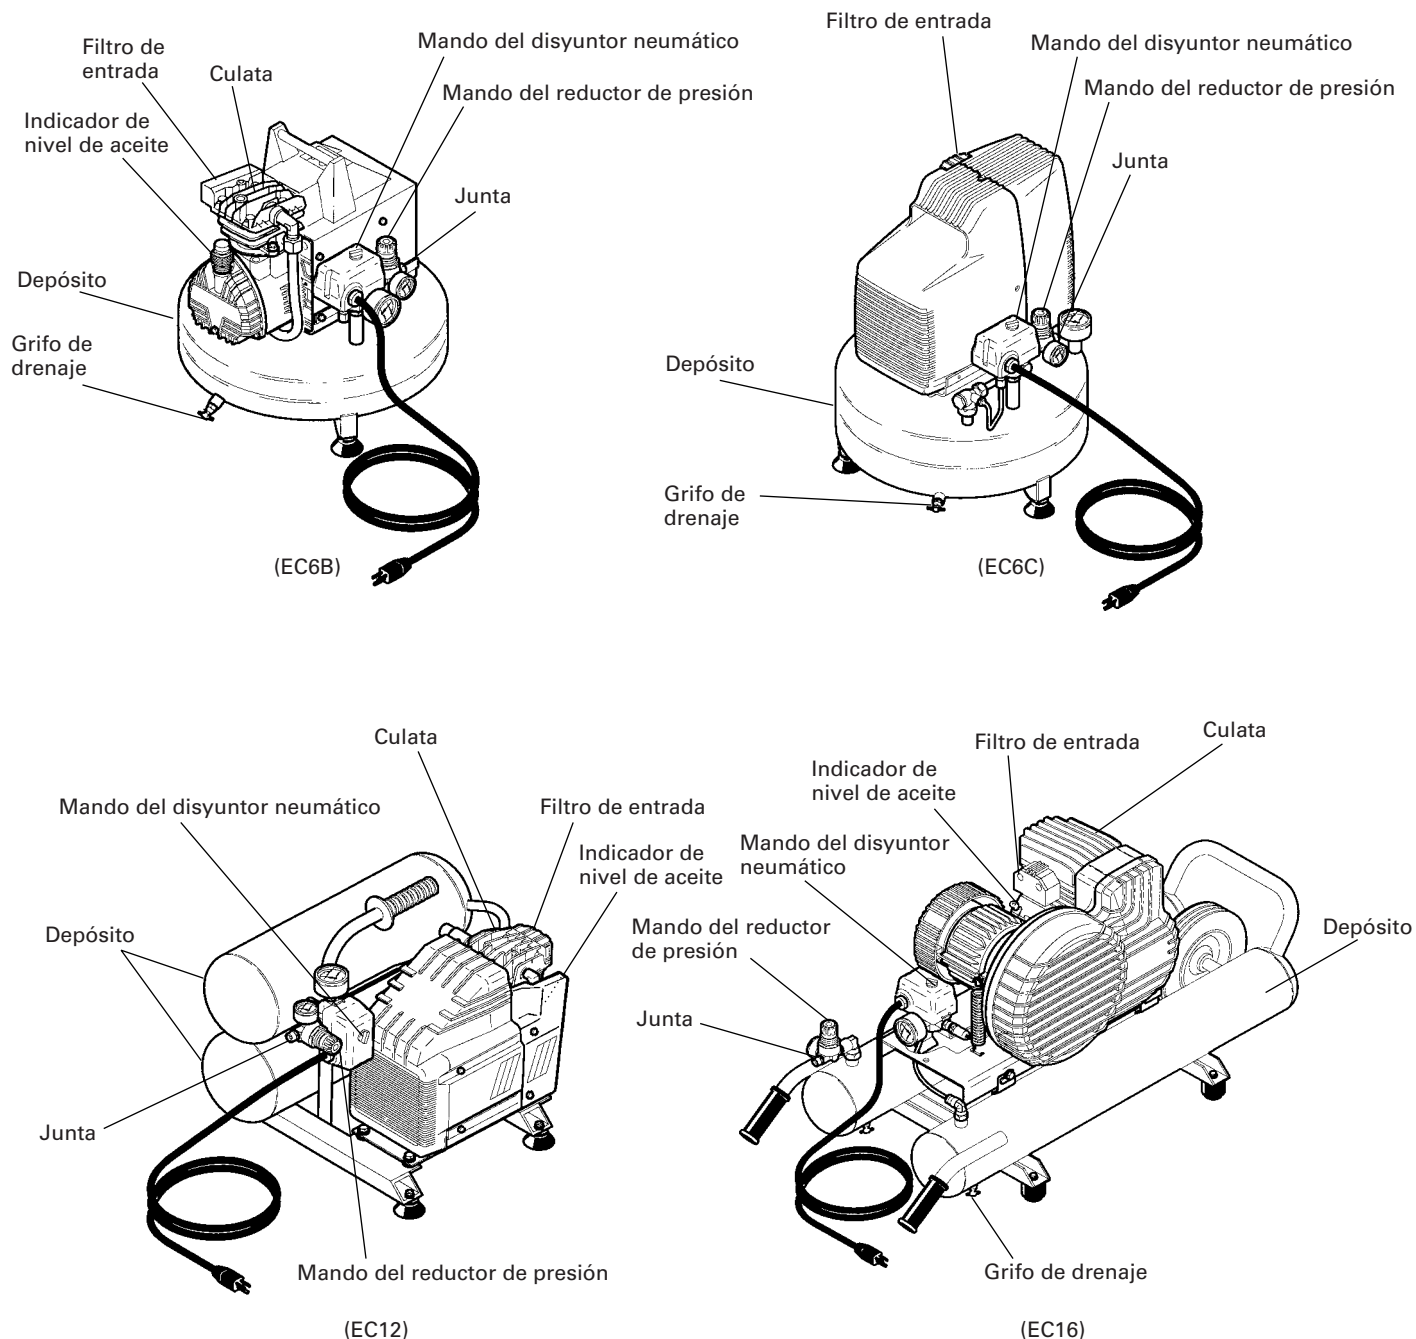
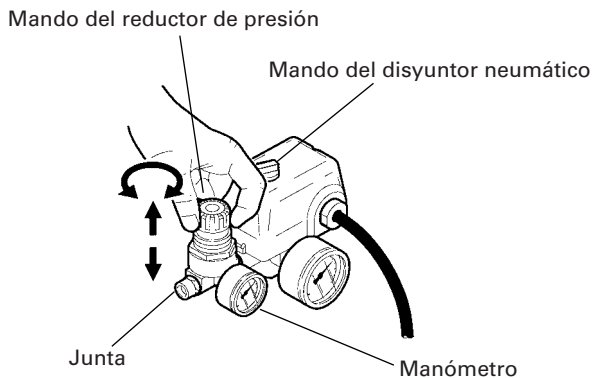
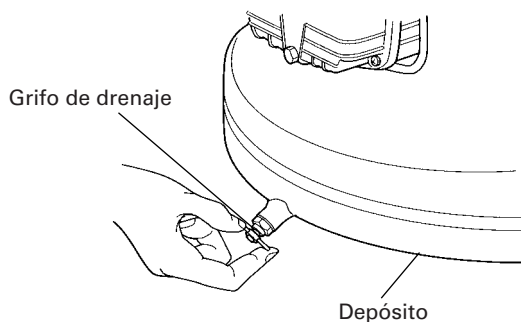
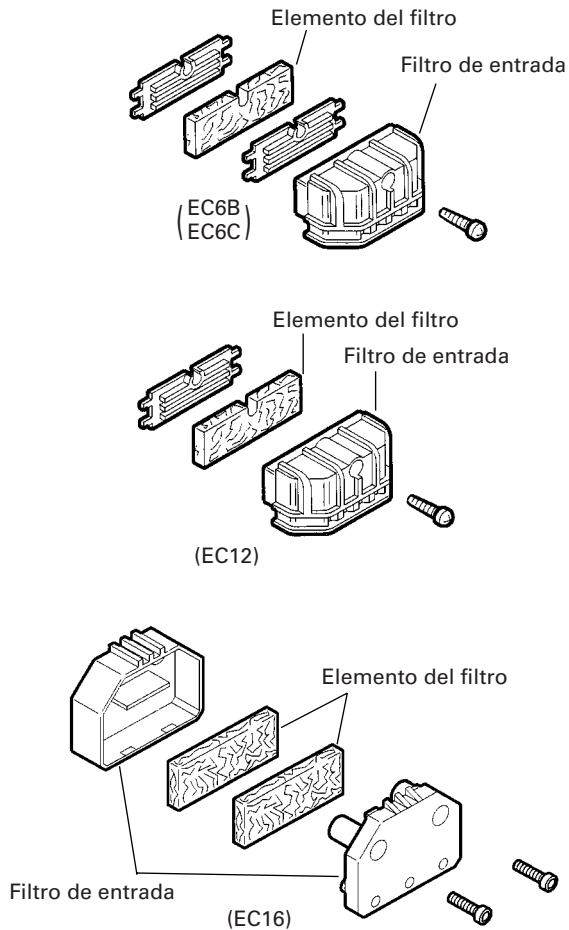

Fig. 1
Fig. 4
Fig. 5
Fig. 7
Atornille el acoplador de aire en la junta. (Consulte la Fig. 1 y la Fig. 4.) El diámetro de la entrada de la junta es de 3/8". Utilice un acoplador de aire que posea el mismo diámetro de entradas.
Inserte el enchufe en un receptáculo y ponga en funcionamiento el compresor girando el mando del disyuntor neumático hasta "AUTO". (Consulte la Fig. 1 y la Fig. 4.)
Desenganche el mando del reductor de presión tirando de él hacia arriba, y ajuste la presión hasta el nivel requerido girándolo hacia la derecha para aumentar y hacia la izquierda para reducirla. Existe un manómetro para saber cuando se ha alcanzado la presión requerida. Cierre el mando empujándolo firmemente hacia abajo (Fig. 4).
- (1) Gire el mando del disyuntor neumático hasta la posición "OFF" (Fig. 1).
- (2) Desconecte el enchufe del tomacorriente.
- (3) Abra el grifo de drenaje situado en la parte inferior del depósito (Fig. 5).
- (1) Ponga la perilla del interruptor de presión en la posición OFF (Fig. 1) y desconecte el enchufe del tomacorriente.
- (2) Si el cable prolongador no cumple las especificaciones ofrecidas en la página 26, reemplácelo por otro como el mostrado en la página 26. Si la capacidad de la fuente de alimentación es insuficiente, aumentela para eliminar la causa de un flujo excesivo de corriente (sobrecorriente).
Quite el filtro de entrada (consulte la Fig. 1) cada 50 horas, o una vez a la semana, y limpie el interior del mismo y de su elemento con aire comprimido (Fig. 7). Utilice un destornillador Philips para desmontar el filtro de entrada de los modelos EC6B, EC6C, y EC12. Utilice una llave Allen para desmontar el filtro del modelo EC16.
Drene el depósito diariamente, o después de 4 horas de utilización. Abra el grifo de drenaje e incline el compresor para vaciar el agua acumulada (Fig. 5).